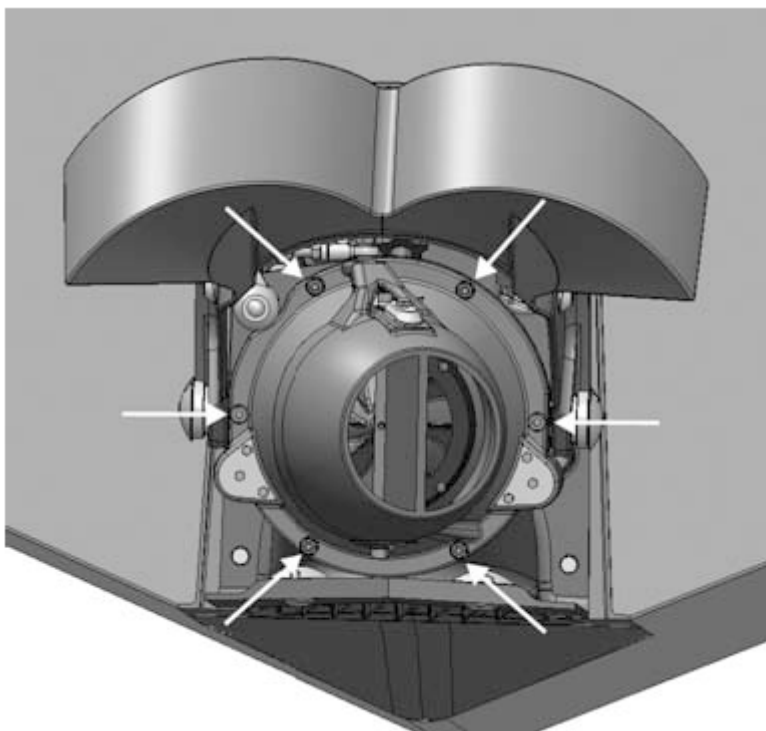

Figura 25. Viti di fissaggio dello statore
2. Togliere le sei viti di fissaggio dello statore (figura 25).